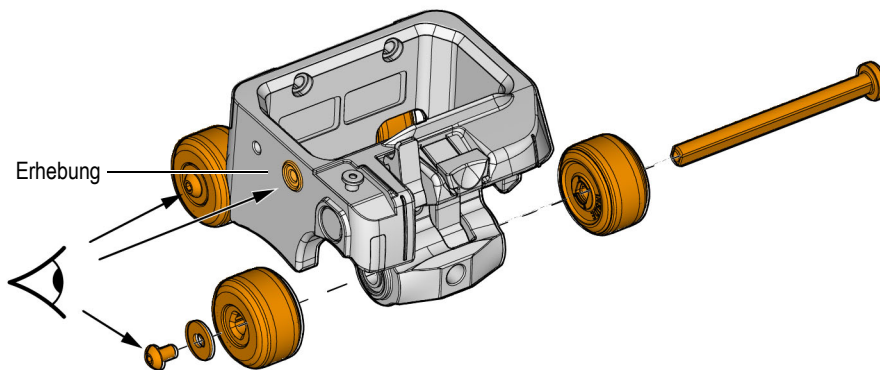

Abbildung 2-9 Räder des Fahrgestells
Suchen Sie die runde Erhebung am Gehäuse des Fahrgestells. Bei richtiger Ausrichtung wird die Achse von der gegenüberliegenden Seite eingesetzt, wobei die Radbefestigungsschrauben und Unterlegscheiben von der Seite mit Erhebung montiert werden (siehe Pfeile, Abbildung 2-9 auf Seite 54).
4. Schieben Sie die Radwelle zurück in die Kugellager des Fahrgestells und den Entriegelungshebel der Sensorhalterung. Überprüfen Sie die richtige Ausrichtung. (Siehe Abbildung 2-9 auf Seite 54.)